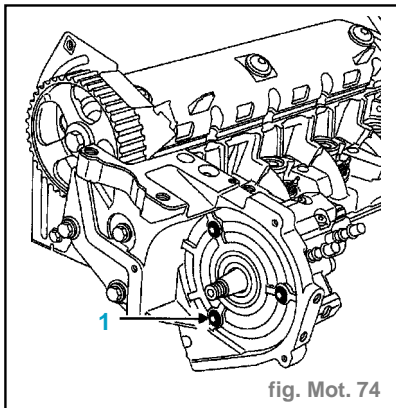

fig. Mot. 74
- Déposer les écrous de fixation tout en maintenant les vis (1). (fig. Mot. 74)